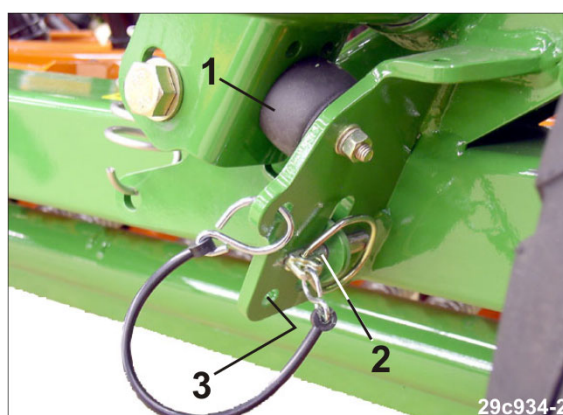

Fig. 166
- 3.1 Pressione o braço do riscador contra o amortecedor de borracha (Fig. 166/1).
- 3.2 Segure bem o riscador, retire a chaveta (Fig. 166/2) e fixe na posição de estacionamento no furo (Fig. 166/3).